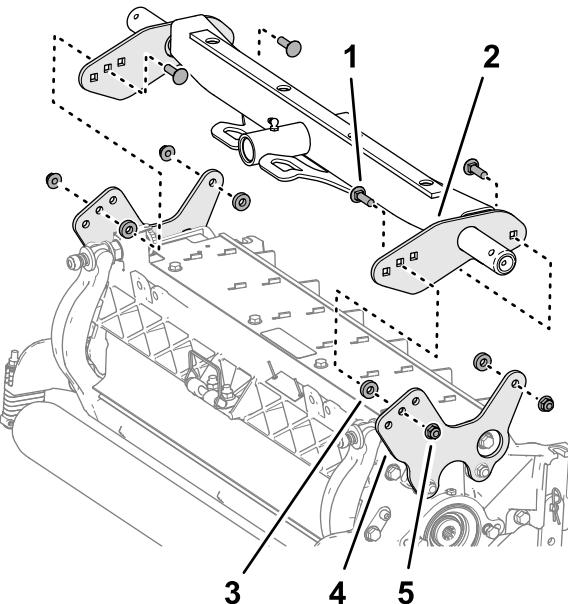

Рисунок 18
- Совместите отверстия в пластинах задней несущей рамы с отверстиями в монтажных пластинах режущего блока (Рисунок 18).